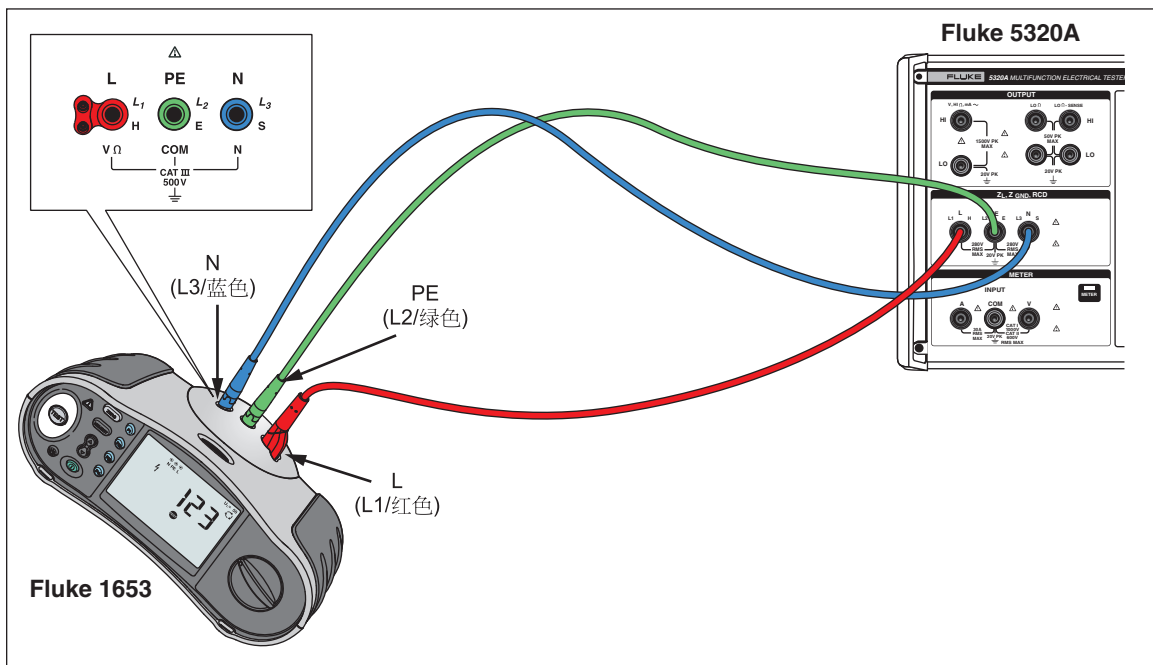

图7-12.在 Fluke 1653 上进行电源线和环路阻抗校准
2. 使用图7-12，将 UUT 连接到校准器的 L、PE 和 N 端子。对于某些电源线阻抗测试仪，不需要连接 PE。
2. 使用图7-12, 将 UUT 连接到校准器的 L、PE 和 N 端子。